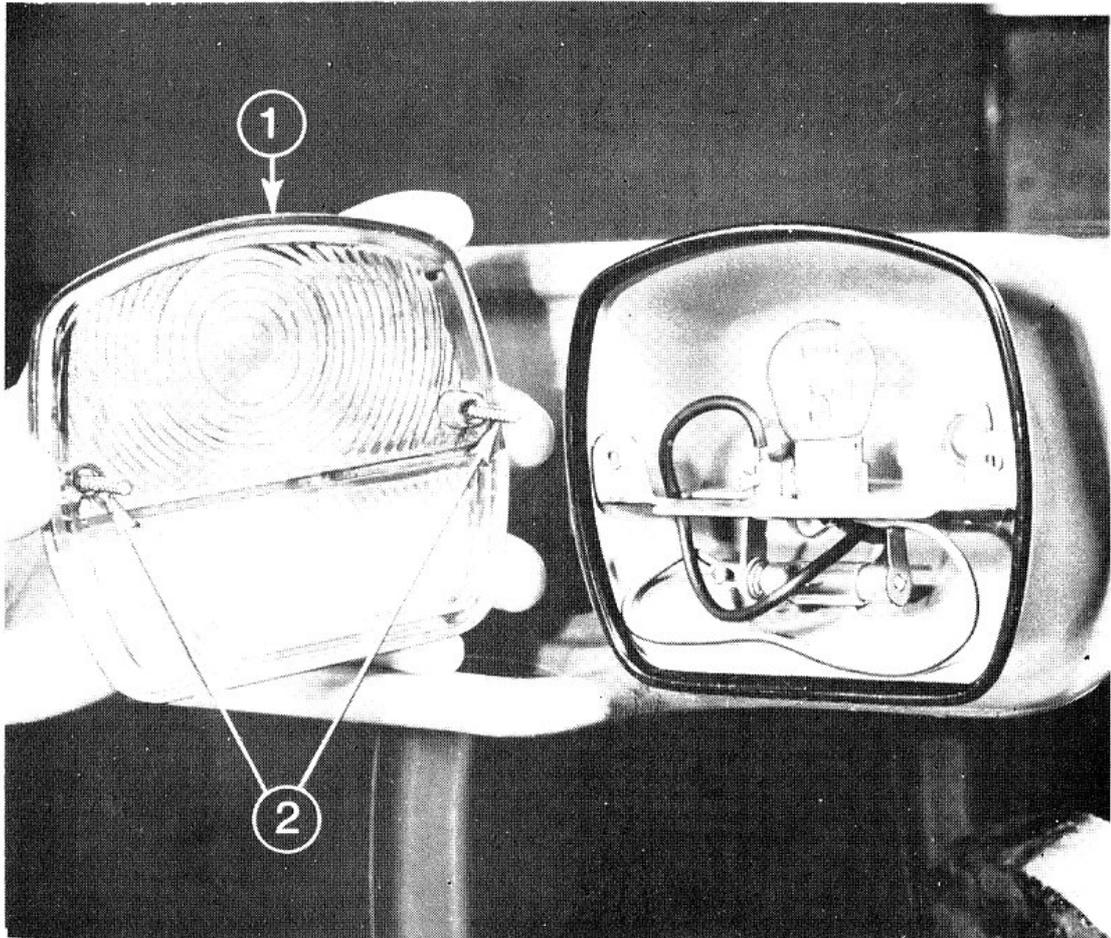

FIG. 38
1. (Fig. 38). Déposer les deux vis (2) et soulever le couvercle (1).